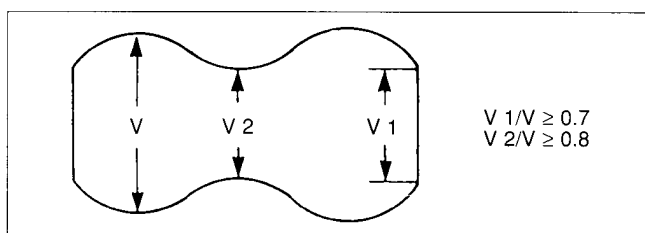

Fig. 53
- Den Regler Alignment/Ralenti (Tracking) auf Maximum einstellen und überprüfen, ob die Hüllkurven-Toleranzen, wie in Fig. 53 gezeigt, eingehalten werden. Ist dies nicht der Fall, müssen die Abgleichpunkte 1 - 7 wiederholt werden.
- Manipuler le réglage de alignement/ralenti pour obtenir une courbe enveloppe maximum et vérifier si elle se tient dans les tolérances indiquées Fig. 53. Dans le cas contraire, les points de réglage 1 à 7 doivent être repris.